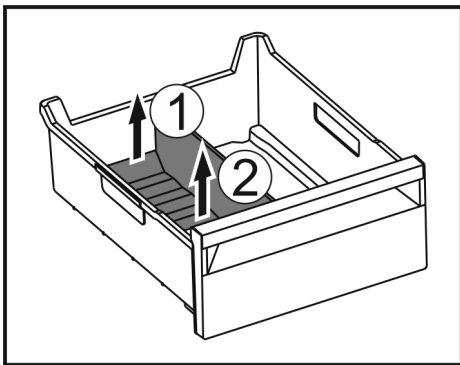

Fig. 173
- Achterste deel van de ijsvak-scheider optillen. Fig. 173 (1)
- Ijsvak-scheider er naar boven toe uitnemen. Fig. 173 (2)